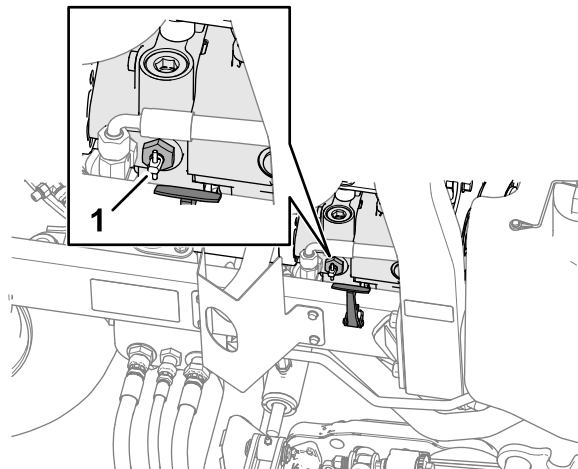

Bild 51
2. Drehen Sie in der Nähe des rechten Motorhaubenriegels den Griff des Sicherheitsventils an der Pumpe (Bild 51) und drehen Sie das Ventil um 90°.